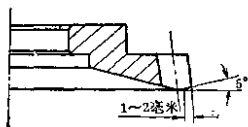

图 8 顶刃倒棱
5) 插削大模数高强度钢质齿轮时，可在插齿刀顶刃处磨出前角负 5° 的倒棱（见图 8），这样可以防止刀齿崩刃和改变切屑形状，以提高插齿刀耐用度。